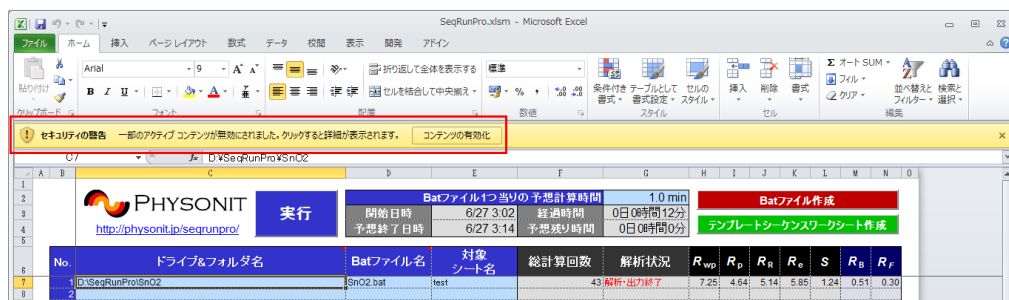

図 2.2 セキュリティの警告バー
また、Excel のデフォルトでは、マクロの設定は「警告を表示してすべてのマクロを無効にする (D)」となっています。この場合、図 2.2 の赤枠で示したような、セキュリティの警告バーが表示されます。SeqRunPro を動作させるには、「コンテンツの有効化」ボタンを押して下さい。